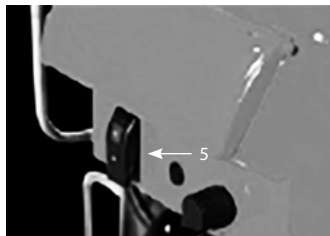

Рис. 6
3. Убедитесь, что выключатель «5» (Рис. 6) находится в положении «0» – Выключено. Подключите штепсель к электрической сети.